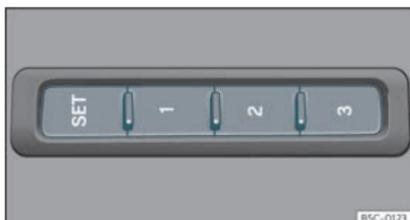

Fig. 104 Sur le côté extérieur du siège du conducteur : touches de mémorisation.
- Appuyez sur la touche **SET** pendant plus de 1 seconde»» fig. 104.
- Maintenez la touche **SET** » fig. 104 enfoncée.